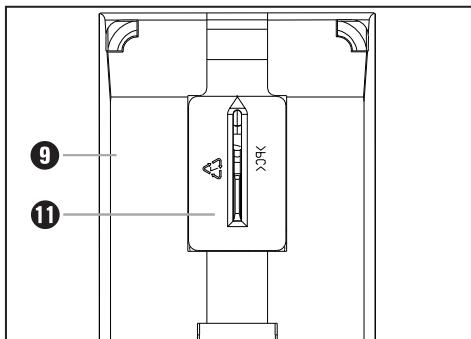

Fig. 1: Montarea protecției anti-așchii
- ◆ Apăsați protecția anti-așchii **11** de jos în patină **9** până când se blochează (săgeata în sus). Marcajul ▲ protecției anti-așchii **11** indică spre partea frontală a aparatului (a se vedea și fig. 1).